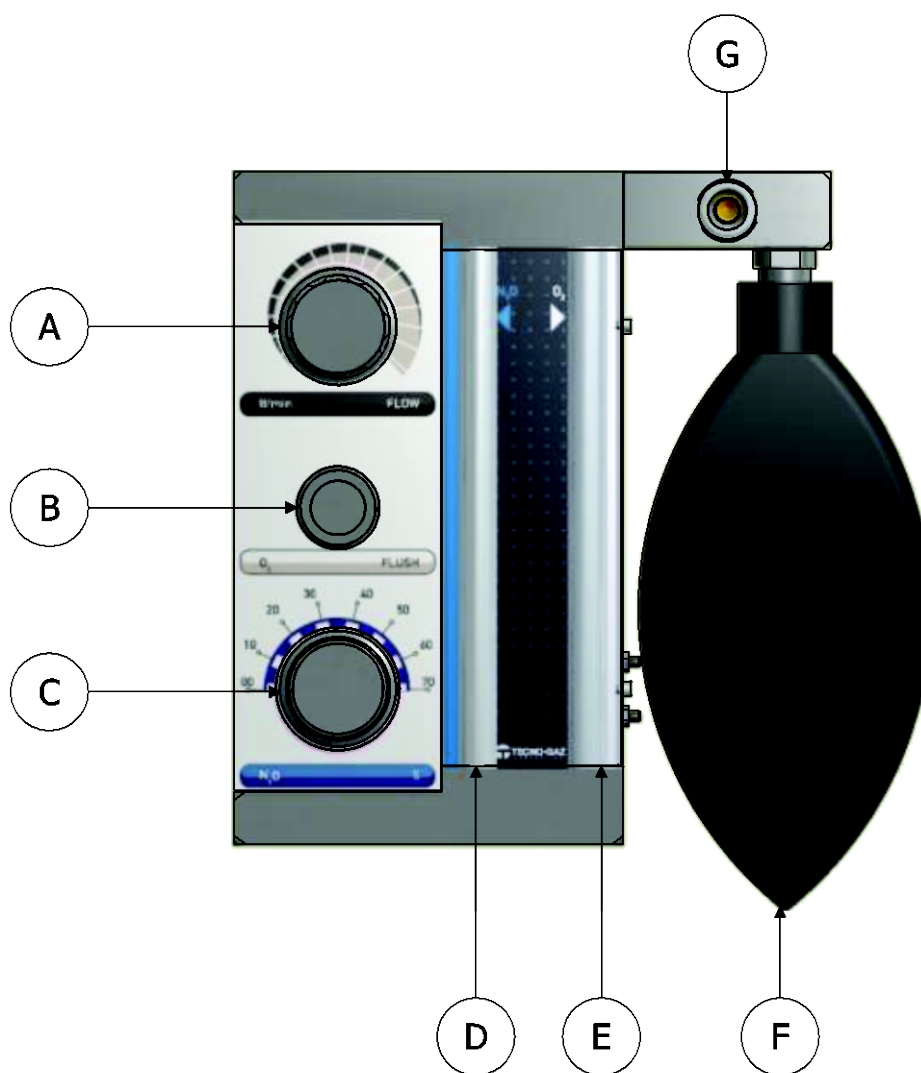

Figure 18
- **Ballon en caoutchouc** (Figure 18 Pos. F)
- **Indicateurs de débit** (Figure 18 Pos. D, E)
Contrôler que l'indice du bouton sélecteur (Figure 18 Pos C) %N2O indique 0.
**Administer, en se servant du bouton sélecteur FLOW (Figure 18 Pos A) un flux de 3 l/min d'oxygène pendant 30 secondes.**
Varié progressivement le flux, évaluer l'état du ballon (Figure 18 Pos F), le ballon doit prendre une forme que nous définirons de **moitié plein moitié vide**.
Avec le bouton sélecteur % (Figure 18 Pos C) il est possible de changer le pourcentage de protoxyde d'azote.
- Vérifier le flux configuré sur la borne O2 (Figure 18 Pos E).
Avec la poignée (Figure 18 Pos C) % N2O administrer le protoxyde d'azote, configurer 20%, attendre quelques minutes et observer les réactions du patient.
- Interrompre la distribution de PROTOXYDE D'AZOTE en tournant le bouton sélecteur (Figure 18 Pos C) %N2O (dans le sens horaire) en fin de course (0%).
- Interrompre la distribution d'OXYGENE en tournant le bouton sélecteur (Figure 18 Pos A) FLOW (dans le sens horaire) en fin de course.